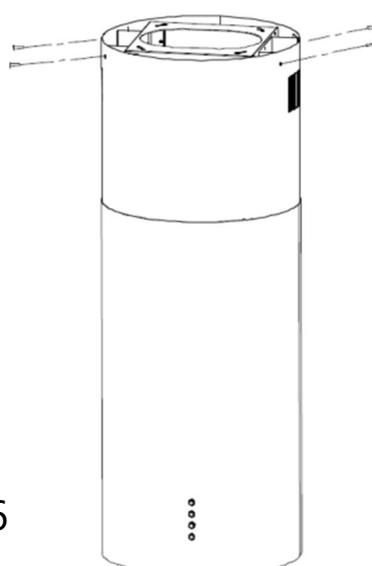

Рис.6
8. Поднимите кожух вверх к подвесному брусу и закрепите с помощью винтов М4*8 (4 шт.) (Рис.6). Установка завершена.